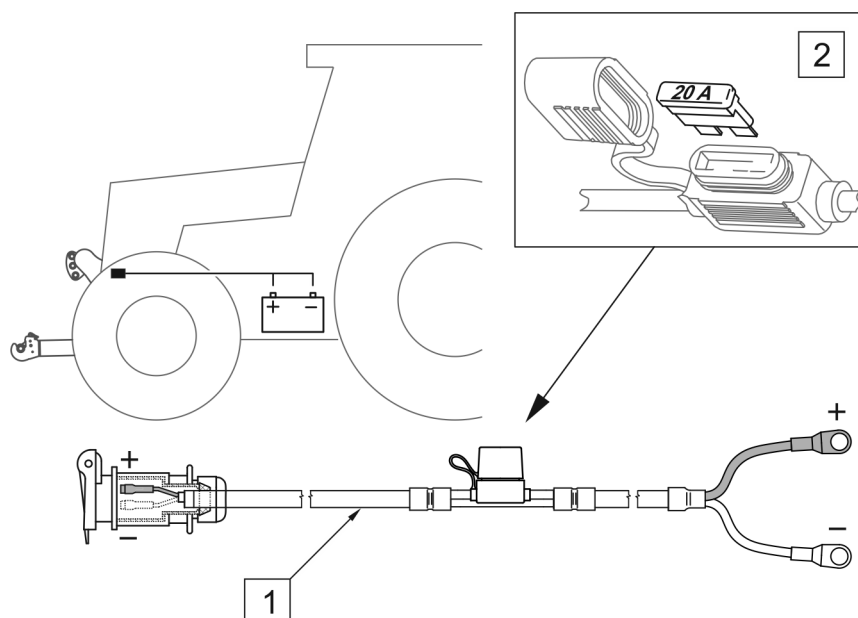

РИСУНОК 5.6 Замена предохранителя
| Обозначение РИСУНОК 5.6 | Наименование/ каталожный номер | Количество [шт.] |
В снегоочистителе, установленном на передней трехточечной навеске, обслуживание электрической системы заключается в периодической проверке работы отдельных функций и освещения. Предохранитель (2) расположен на силовом кабеле (1), заканчивающемся трехконтактным разъемом, подключенным к бортовой сети транспортного средства (РИСУНОК 5.6). Для проверки предохранителя снимите крышку, а затем извлеките его из корпуса. В случае повреждения установите новый предохранитель (UNIVAL 20A).